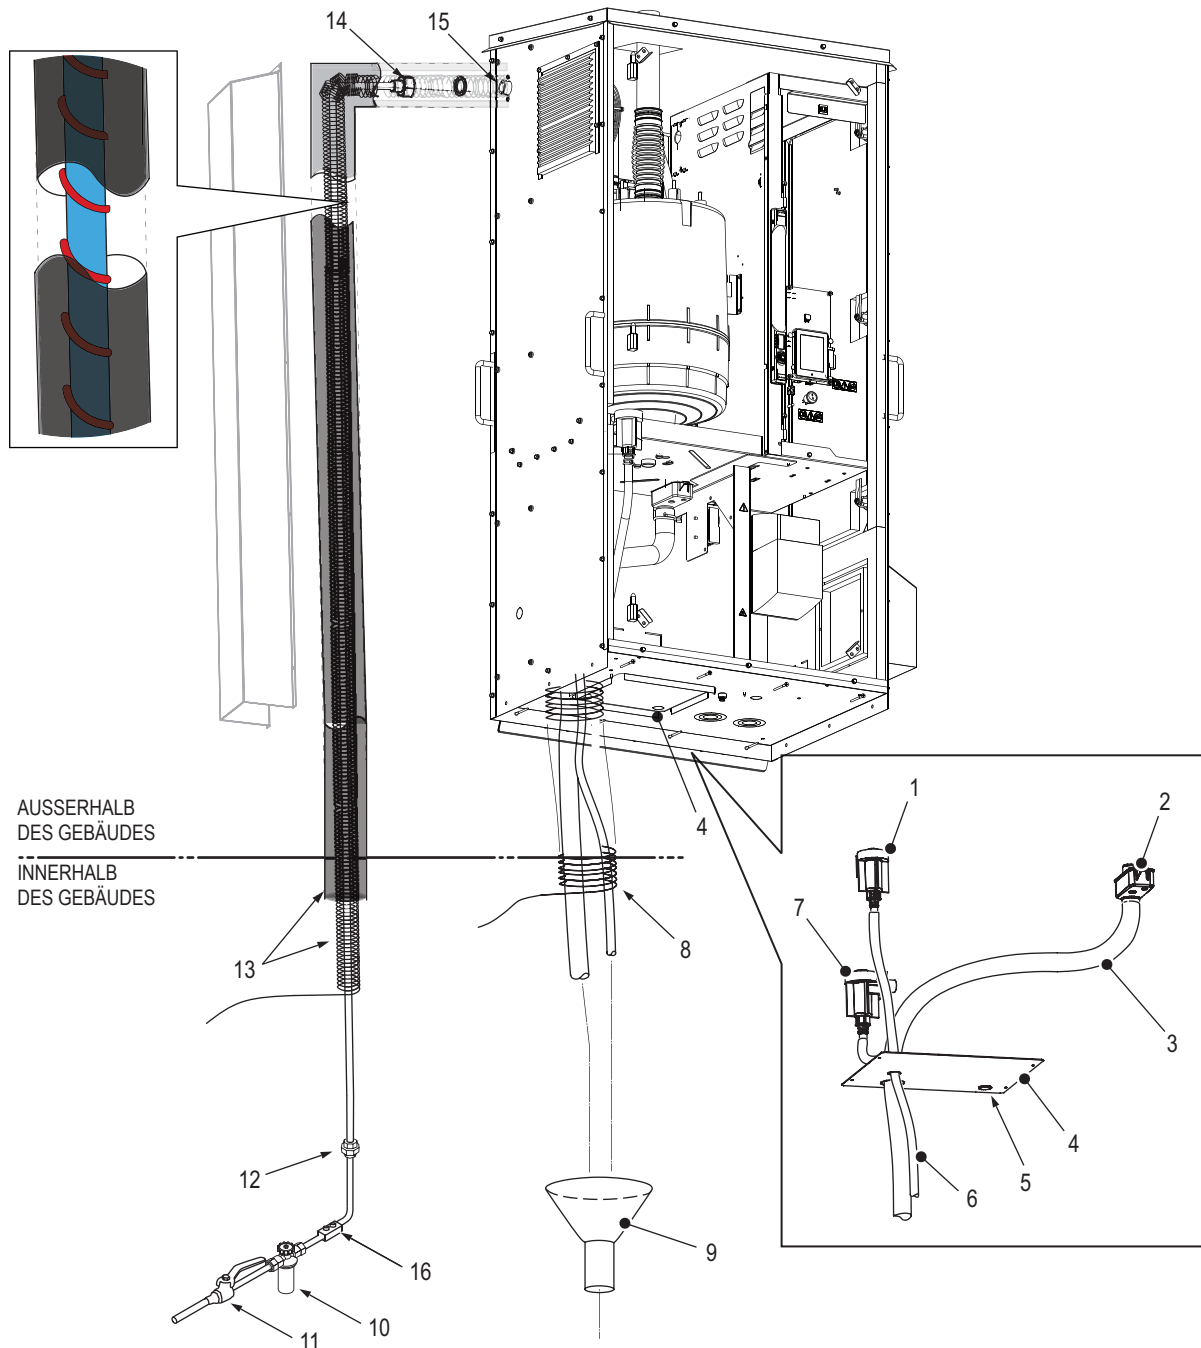

Abb. 14: Anschlüsse für Wasserzulauf und -ablauf (abgebildet ist das mittlere EL-OC-Gerät)
Schliessen Sie die Wasserzu- und Ablaufleitungen wie unten beschrieben an. Siehe Abb. 14.
- Schliessen Sie den Ablaufschlauch (30 mm Innendurchmesser, mitgeliefert) mit einer Schlauchklemme am Ablaufanschluss des Befeuchters an und führen Sie das offene Ende des Ablaufschlauchs durch den grossen vorgelaserten Ausbruch in der Bodenplatte in den Ablauftrichter (siehe Abb. 14).
- Führen Sie das offene Ende des am mechanischen Frostschutzventil (1 oder 7) angeschlossenen Ablaufschlauchs (9,5 mm Innendurchmesser) durch den kleinen vor-gelaserten Ausbruch in der Bodenplatte in den Ablauftrichter (siehe Abb. 14).